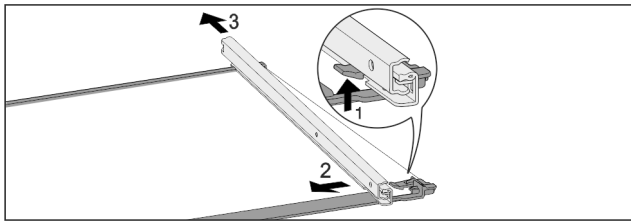

Fig. 69 Skleněná deska s kolejničkami
- ▶ Přední aretační háček zatlačte nahoru. Fig. 69 (1)
- ▶ Výsuvnou kolejničku vysuňte stranou Fig. 69 (2) a dozadu Fig. 69 (3).